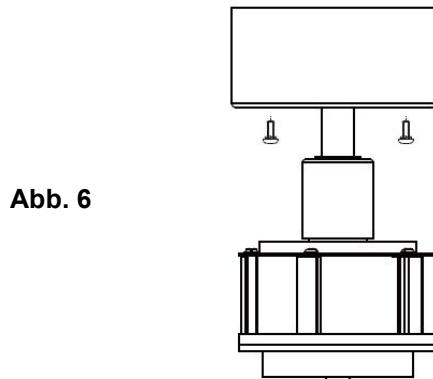

Abb. 6
- Lösen Sie die 2 Schrauben vom unteren Teil der Halterung. Abb. 6